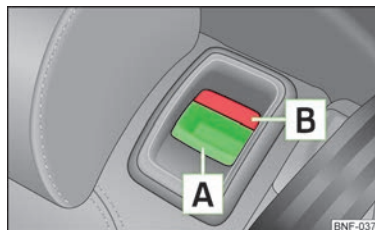

Bild 38
- Frigör ryggstödet genom att trycka på frigöringsgrepp [A] » bild 38, och fäll fram ryggstödet.
- Förvissa dig om att den röda markeringen [B] » bild 38 inte syns längre.